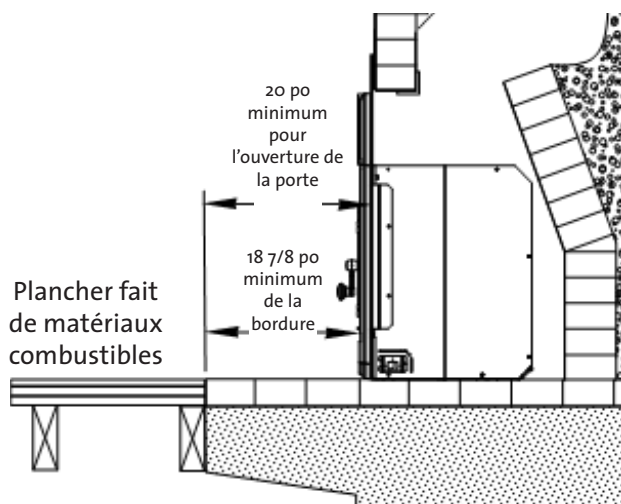

Figure 4. La protection est requise si l'âtre est au même niveau que le plancher fait de matériaux combustibles.
- Aires de protection: Une profondeur de 16 po par une largeur de 37 po pour les É.-U. et de 20 po par 37 po pour le Canada. Avant : Aux É.-U., le revêtement protecteur doit s'étendre sur au moins 16 po à l'avant des panneaux de verre des portes du poêle encastrable et à 14 7/8 po de la bordure. Au Canada, le revêtement protecteur doit s'étendre sur au moins 20 po à l'avant des panneaux de verre des portes du poêle encastrable et à 18 7/8 po de la bordure. Voir la figure 4.